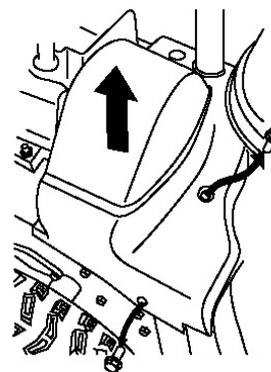

Рисунок 46.
2. Поднимите правую сторону крышки ремня (Рис. 46)
6. Ослабьте или подтяните стяжную муфту, чтобы отрегулировать натяжение троса (Рис. 46).